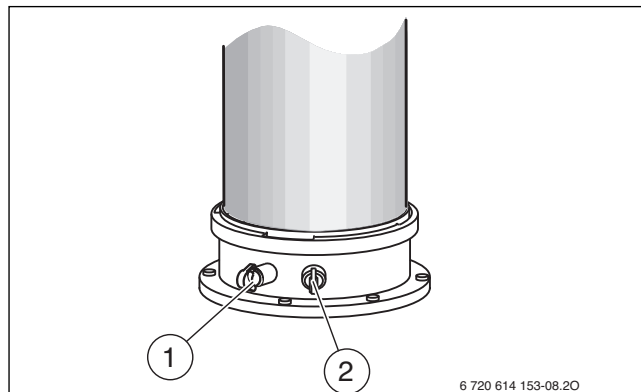

Fig. 42
- ▶ Remover o tampão do bocal de medição do ar de combustão [2] (→ fig. 42).
- ▶ Remover tampão do bocal de medição de gases queimados [1] (→ fig. 42).